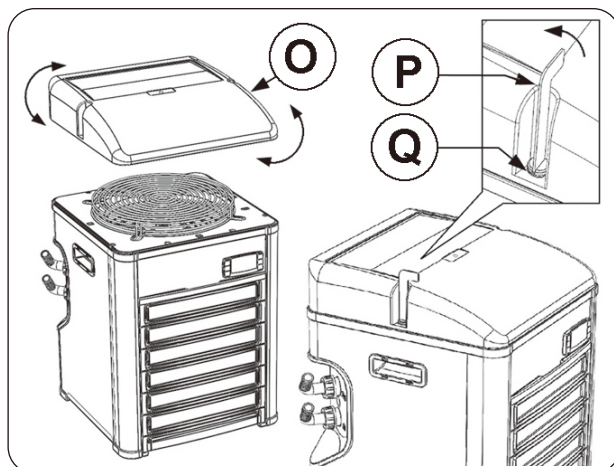

図4
- 3) 付属のレンチ(図4のP)でエアーコンベヤーのネジ(図4のQ)を緩め、エアーコンベヤーを取り外します。